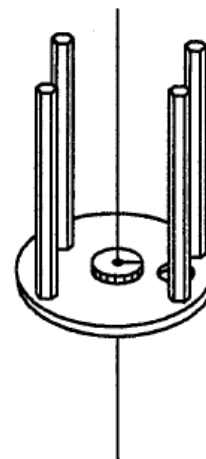

Fig. 11
- A centragem do anel foi ajustada na fábrica. Caso seja necessário um novo ajuste, os seguintes itens devem ser levados em conta (fig. 11):